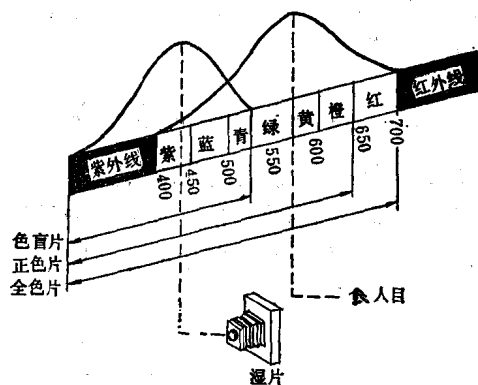

图 1-1 感光片和人目的感色性示意图
1. 色盲片（只感紫蓝光）：单纯由卤化银制成感光乳剂层，只能感受光谱波长由 330 至 480 毫微米的部位，即紫、蓝色范围，对于其他各色光则不能感受，这种感光材料称为色盲片，亦称无色片，以“N”表示。如图 1-1 所示。如果用以拍摄彩色原稿，在底片上表现的明暗层次与人眼所感受的不同，人眼看来很亮的黄色、绿色或红色，图上所表现的却全是深灰色或黑色；而人眼看来并不太亮的紫、蓝二色，图上却表现为浅灰色或白色。这类感光片
2. 正色片(感蓝、绿光)：人眼的感色范围是在可见光波长的400至700毫微米的部位，在光谱上紫、红两端以外的光线(紫外线和红外线)皆不能看见，如图1-1所示。生产实践和科学实验证明，卤化银的光谱感色性可以由乳剂中加入少量的特殊有机染料的方法，而扩大到全部可见光波以及红外线的一部分。这种扩大感光乳剂对光谱感色范围的现象称为光学增感。
3. 全色片(感受蓝、绿、红光)：在感光乳剂中加入感绿和感红的两种增感染料后，使乳剂的感色性扩大到全部可见光谱的范围，这种感光材料称为全色片，以“P”表示。其感色范围在330至700毫微米的部位，如图1-1所示。它的感色能力比正色片高，光谱中人眼能感觉到的红、橙、黄、绿、青、蓝、紫七色它全能感受。若用全色片拍摄任何彩色原稿，在阳图上表现的明暗色彩层次与人眼所感受的几乎达到一致，因而在照相制版中用于照相分色或分色前的蒙片。